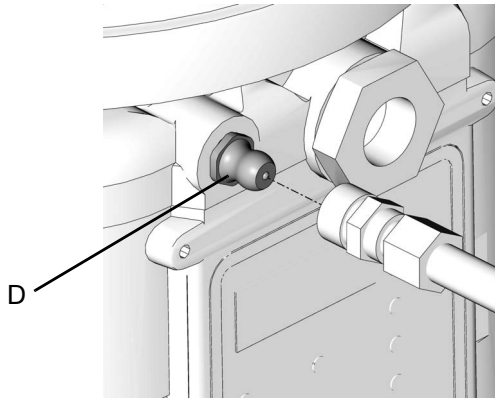

图 12
<ul style="list-style-type: none"> • 注入液箱前，务必用清洁的干布清洁入口管件 (D)（图 12）。脏污和/或碎屑可能损坏泵和/或润滑系统。 • 使用气动或电动传输泵注入液箱时必须小心，防止对液箱加压，破坏液箱。